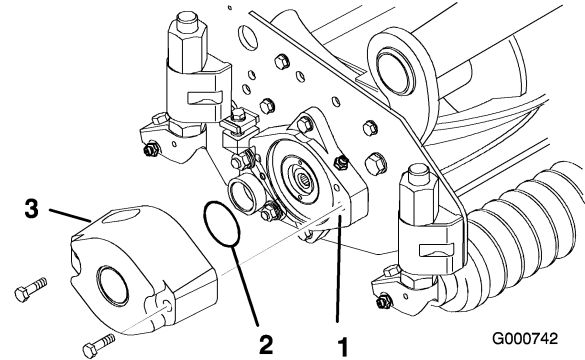
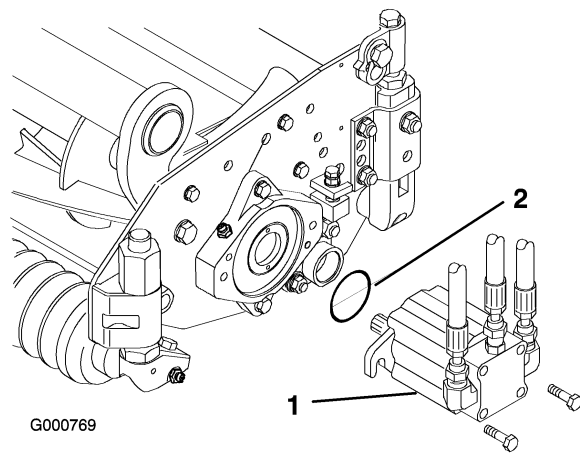

図 4
図 7
3. 大きいOリングにグリスを塗り、カッティングユニット両側のベアリング・ハウジングの溝にそれぞれ取り付ける（図4と図7）。
4. 付属のキャップスクリューを使って、各カッティングユニットにカウンタウエイトを取り付ける（図4）。
13. リールモータを各カッティングユニットに装着し、付属のキャップスクリュー 2 本で固定する(図 7)。